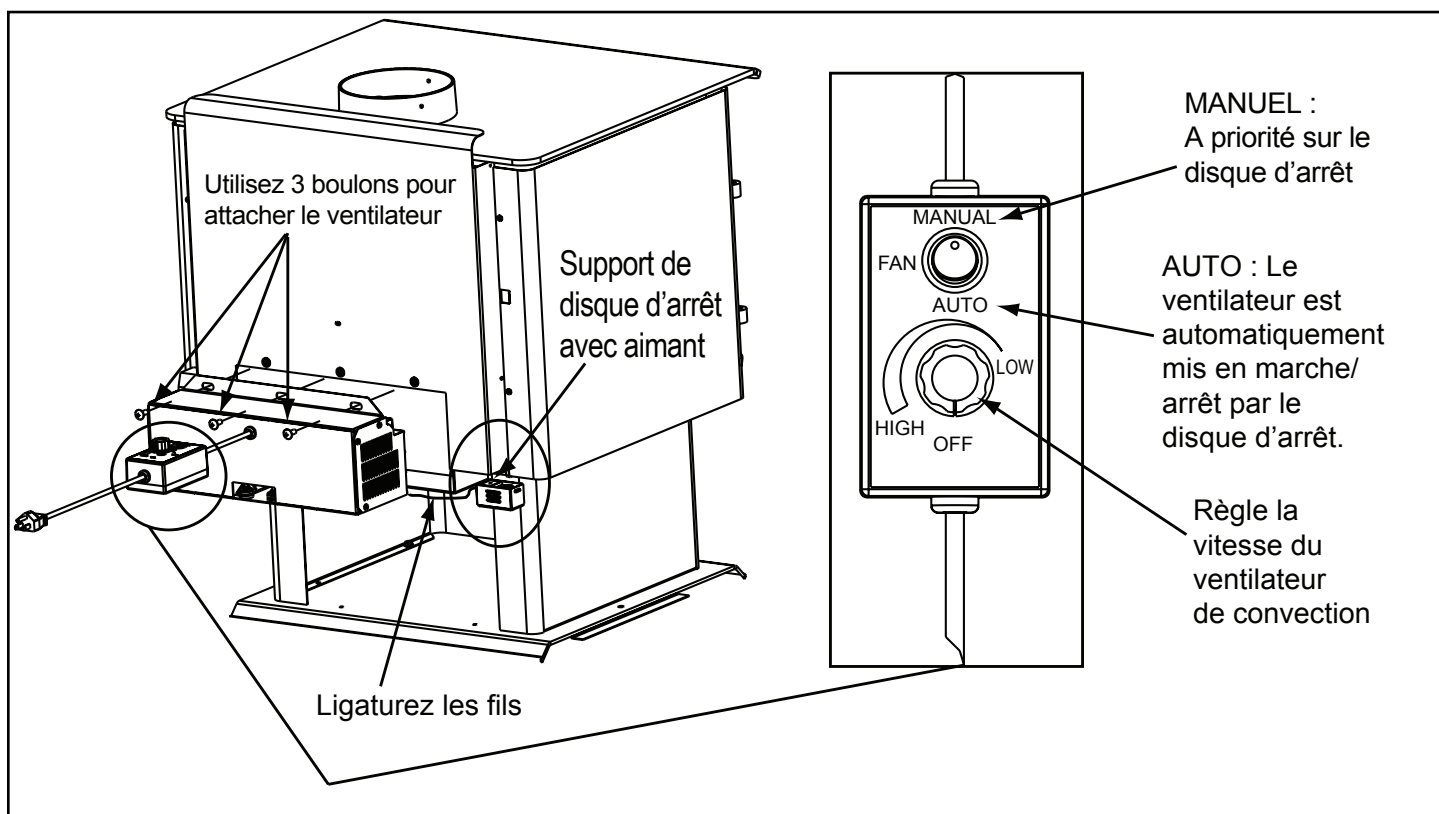

Figure 16.2
2. Alignez les trous de la bride de montage du ventilateur avec les trous sur l'appareil. Le ventilateur refouleur doit être placé sur le côté inférieur arrière du revêtement extérieur, comme illustré à la **figure 16.2**